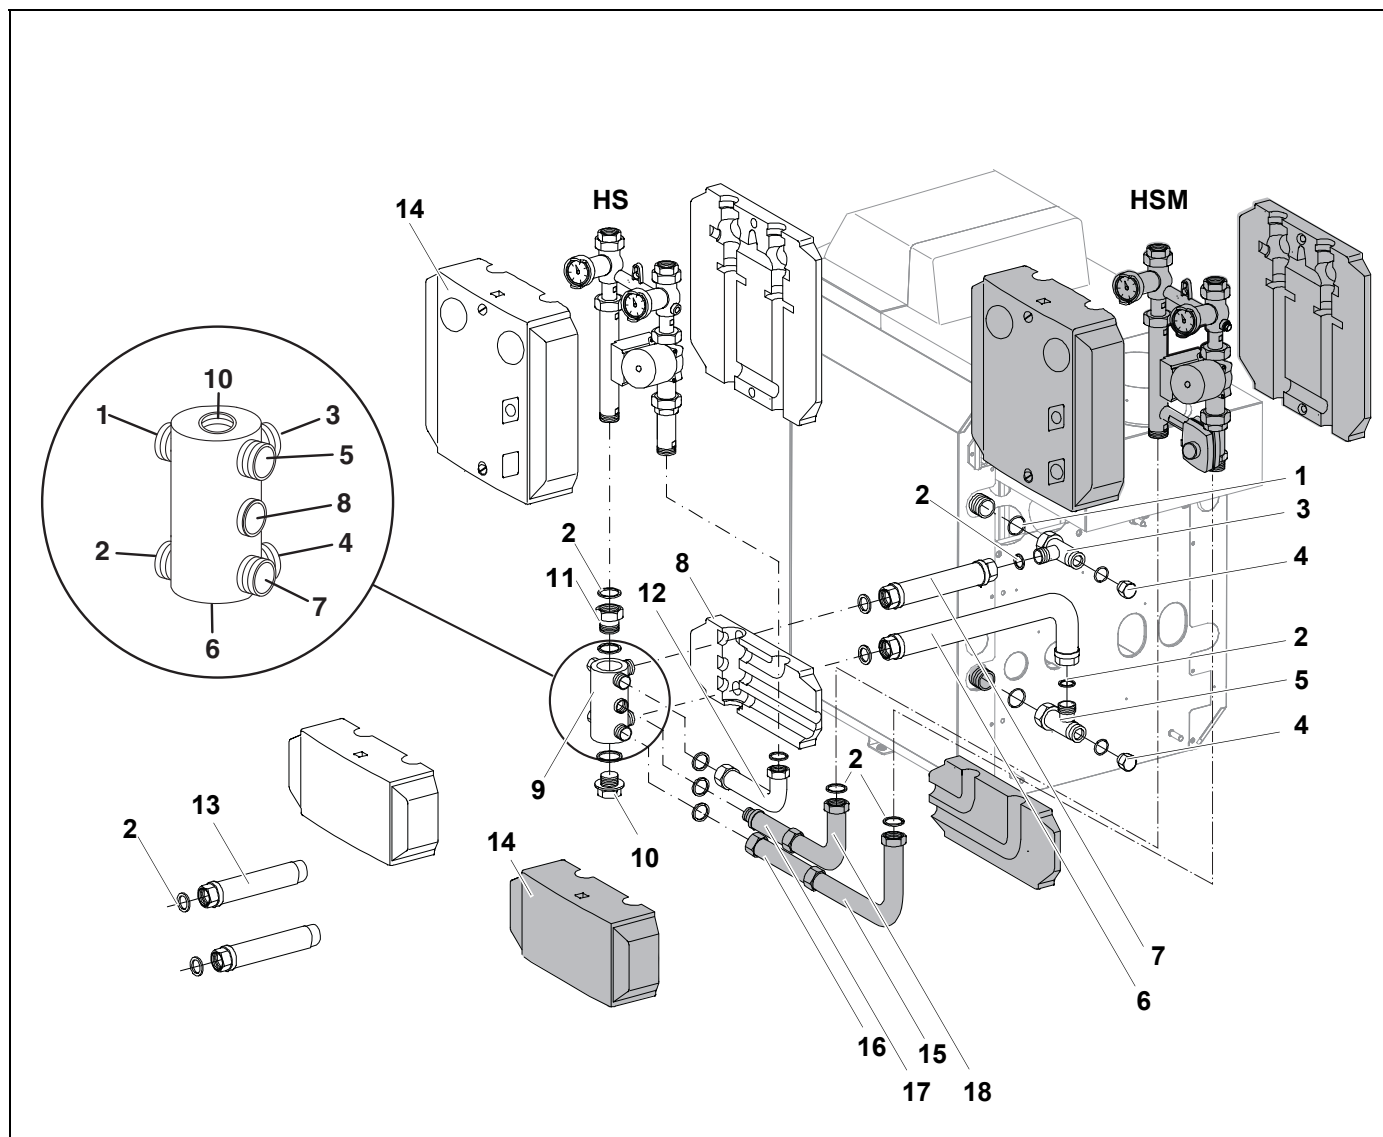

Рис. 7 Монтаж сбоку параллельно справа с дополнительным комплектом ES 2
- Уложите уплотнение [2] в соответствии с рис. 7 в резьбовое соединение промежуточного участка [16] и приверните промежуточный участок [16] к штуцеру № 7 многофункциональной гребенки [9].
- Приверните комплект подключения отопительного контура со смесителем (HSM) или без него (HS) в соответствии с рис. 7.